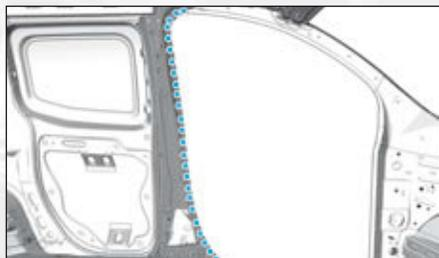

FIG. 103
- par points électriques (Fig.103).